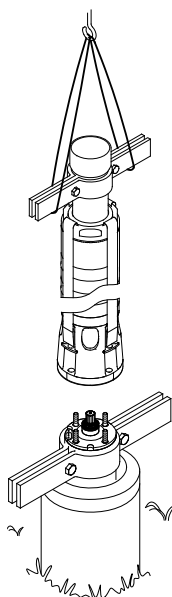

Fig. 21 Placement de la pompe
- Soulever la pompe en fixant les colliers de serrage sur le tuyau d'extension. Voir fig. 21.